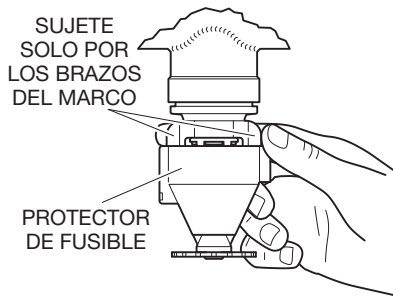
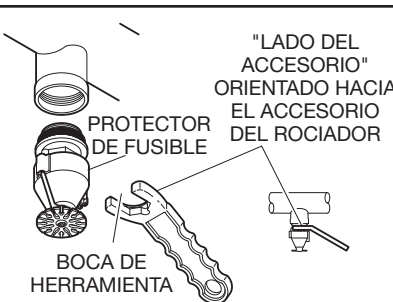

FIGURA 5
FIGURA 6
- Para evitar dañar el conjunto de eslabón fusible durante la instalación, asegúrese de que el protector de eslabón montado en fábrica permanezca unido al rociador, y sujete el rociador exclusivamente por los brazos del cuerpo, como se muestra en la Figura 5. Utilice exclusivamente la herramienta adecuada de alineamiento de rociador, como se muestra en la Figura 6.
(Opcional) Utilice la herramienta de ajuste como se muestra en la Figura 6 para aplicar una fuerza mayor.